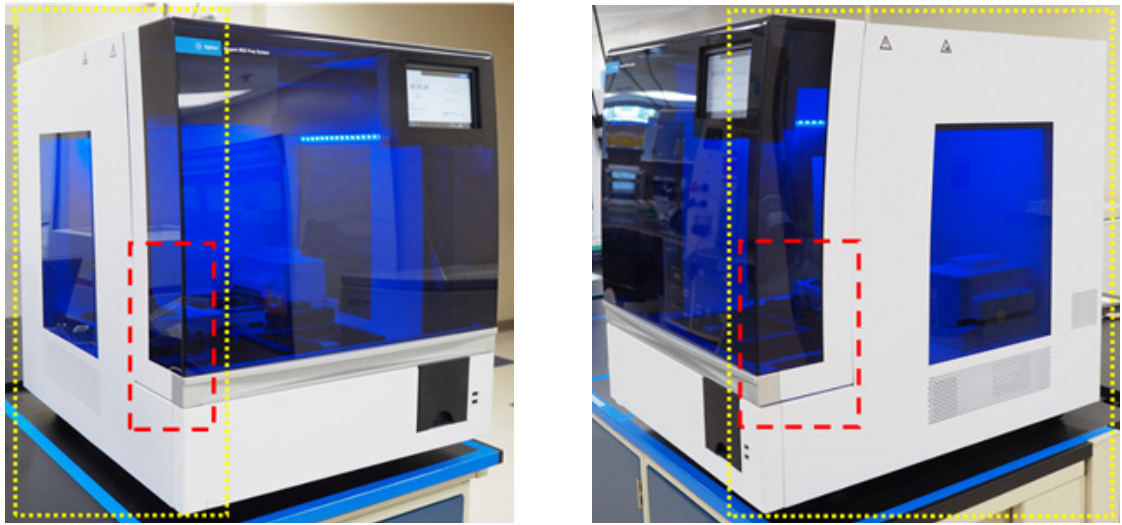

Figure 29 Surfaces extérieures des côtés gauche et droit de l'instrument à essuyer
- c Extérieur de l'instrument – Côtés gauche et droit :** à l'aide d'une lingette de laboratoire imbibée d'alcool isopropylique à 70 %, essuyez les côtés gauche et droit de l'instrument, qui sont indiqués en jaune à la **Figure 29**. Les zones indiquées en rouge doivent faire l'objet d'une attention particulière pour un nettoyage minutieux, car ce sont les zones de saisie de la porte pendant l'ouverture et la fermeture.